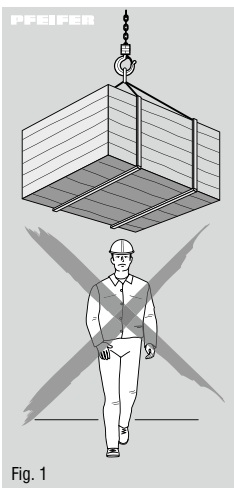

Fig. 1
- È vietato sostare sotto un carico sospeso (Fig. 1).